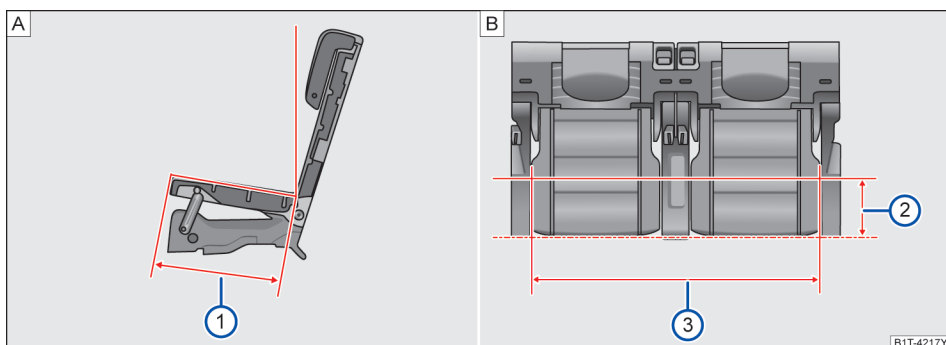

图 95 第三排座椅座宽和坐垫深
当第三排座椅位置处于设计位置时，坐垫深=363mm→图 95 A ①。
如图→图 95 B 在距离第三排座椅边缘 150mm 时→图 95 B ②，座垫宽度为 944mm→图 95 B ③。